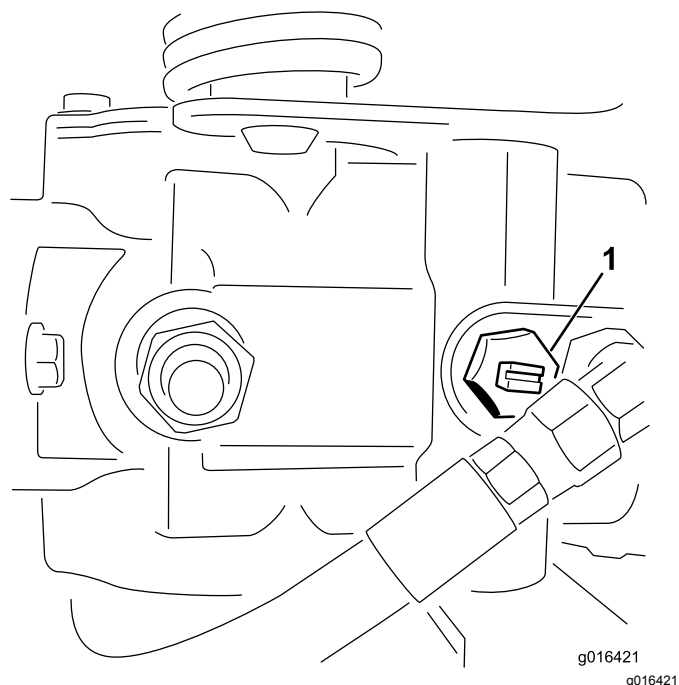

Figura 33
1. Localice la válvula de desvío en la bomba y gírela hasta que la ranura esté en posición vertical (Figura 33).
2. Antes de arrancar el motor, cierre la válvula de desvío girándola hasta que la ranura esté horizontal (Figura 33).